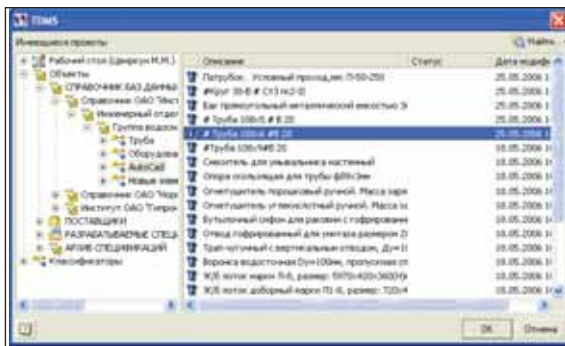

Рис. 12. Диалог поиска необходимой позиции, подлежащей автоматическому отображению в экспликации
1. При выполнении команды AutoCAD *Получить данные* автоматически вызывается диалог TDMS, позволяющий производить поиск и выбор из БД "TDMS-спецификация" необходимой позиции, которая должна быть автоматически вставлена в формируемую экспликацию (рис. 12).